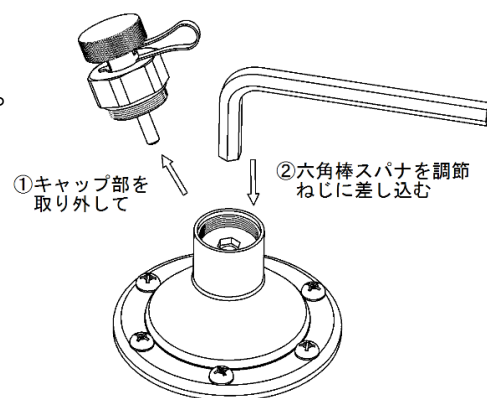

図10
- 2) キャップ部をスパナ(呼び 28)にて取り外し、六角棒スパナ(呼び8)を調節ねじに差し込んで調節ねじを回し、圧力計を見ながら希望の圧力に調整します(図10)。